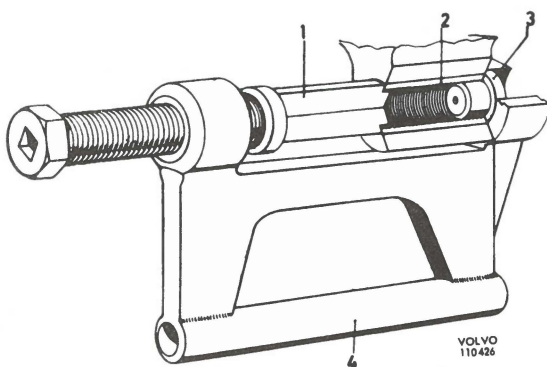

Fig. 1
Druk de geleidestift (3) in de veerbus (2) zoals in Fig. 1 wordt getoond en schuif het persgereedschap (4) hier over heen. Klem de stempel (1) in het persgereedschap en draai de draadspil in. De draadspil is voorzien van een zeskantige boutkop, waarin tevens een vierkante uitsparing is aangebracht, zodat deze geschikt is voor een direkt gebruik van een moersleutel, wringijzer of ratelsleutel.